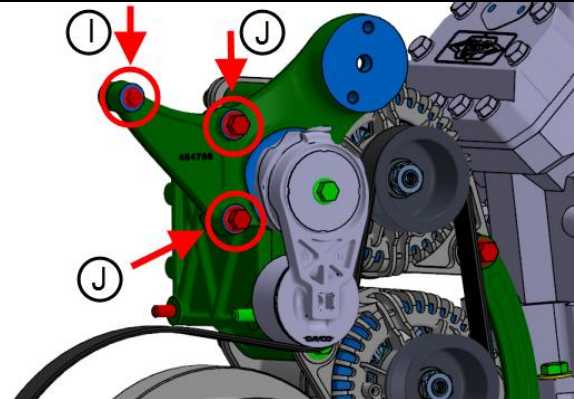

FIGURE 27
35. Serrer à la main les boulons **I** & **J** identifiés sur la FIGURE 27.